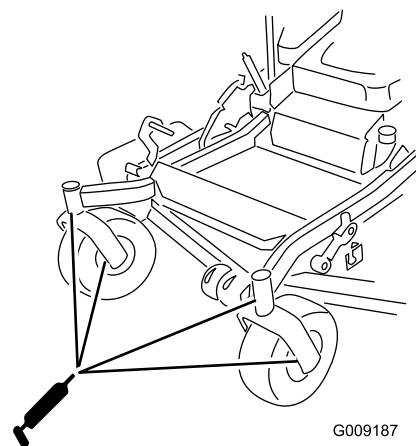

Figura 40
9. Retire el engrasador del orificio. Instale el tapón hexagonal y la tapa (Figura 40).